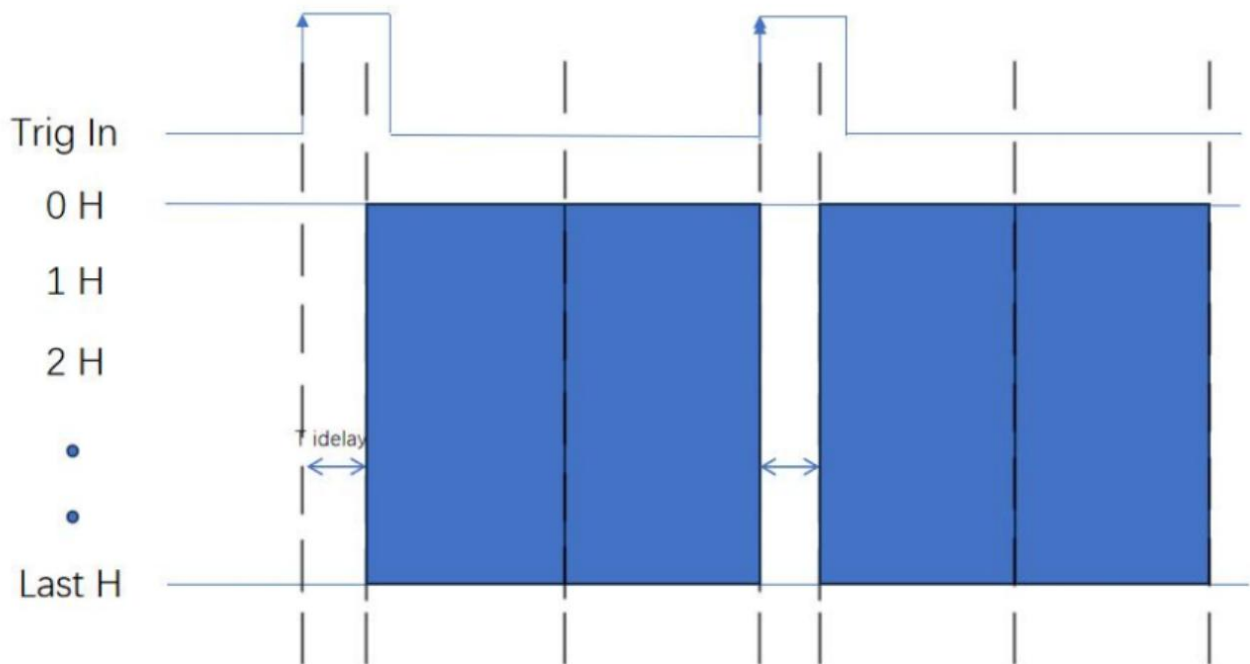

图 3-14 单触发多帧采集时序图
4) 图 3-14 同为触发输入电路, 且支持触发输出, 输入信号可以为单端 TTL 或差分 RS422 信号等, 若单端作为触发输入接入在 LINEN\_P。